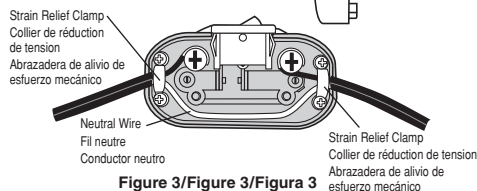

Figure 3/Figure 3/Figura 3
3. Twist strands together and wrap 3/4 turn clockwise under the heads of the screws and tighten securely. No loose strands. (See Figure 3)
5. For large cords, carefully cut out the holes at the ends of the housing. (See Figure 3)
6. Ensure that white wire (round cord) or ribbed wire (flat cord) is routed through bottom channel inside switch cover. (See Figure 3)
3. Torsader les brins et enrouler de ¼ de tour dans le sens des aiguilles d'une montre sous les têtes des vis, puis bien serrer. S'assurer qu'aucun brin n'est visible. (Voir Figure 3.)
5. Pour les cordons de gros diamètre, casser soigneusement les trous aux extrémités du boîtier. (Voir Figure 3.)
6. S'assurer que le fil blanc (cordon rond) ou le fil nervuré (cordon plat) est inséré dans le passage inférieur aménagé à l'intérieur du couvercle de l'interrupteur. (Voir Figure 3.)